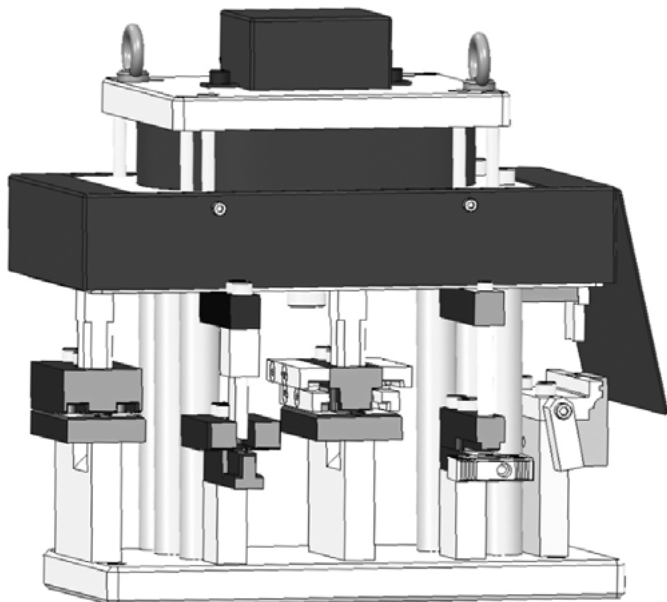

Рис. 16.32
- пневматический пресс VS100.1 для обработки вспомогательных профилей, профилей ригелей и профилей створок (рис. 16.32);